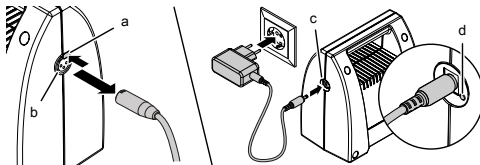

Bild 9: Ladda batteripaketet
■ Dra alltid ut drivenhetens kontakt till batteripaketet innan du börjar arbeta på drivenheten! (se också kapitel 7.2, bild 9)
Fel vid självtestet. Garageporten öppnas eller stängs inte.	Dra ut nätkontakten ur drivenheten till batteripaketet (se kapitel 7.2, bild 9) och sätt i den igen efter ca 10 sekunder.